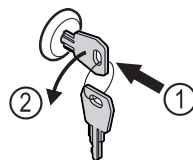

Fig. 160
- ▶ Paina avain lukkoon. Fig. 160 (1)
- ▶ Kierrä avainta 90° vastapäivään. Fig. 160 (2)